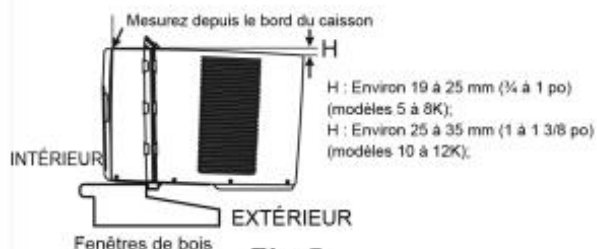

Fig.5
- A. Tenez fermement le climatiseur, placez soigneusement l'appareil dans l'ouverture de fenêtre de sorte que le bas du cadre du climatiseur repose sur le seuil de fenêtre (Fig. 5). Fermez soigneusement la fenêtre derrière le rail supérieur de l'appareil.
REMARQUE : Vérifiez que le climatiseur est penché vers l'arrière d'environ H (Fig. 5) (pente descendante d'environ 3° à 4° vers l'extérieur). Après une installation correcte, le condensat ne doit pas s'écouler du trou d'évacuation du trop-plein pendant l'utilisation normale; si c'est le cas, corrigez la pente.